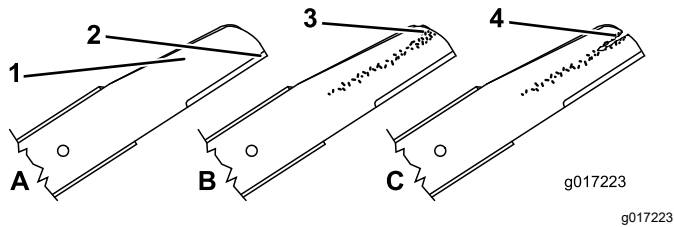

Figure 32
1. Examinez le tranchant des lames (Figure 32). Si elles sont émoussées ou présentent des indentations, déposez les lames et affûtez-les ou remplacez-les.
2. Inspectez les lames, et plus particulièrement l'ailette (Figure 32). Remplacez immédiatement toute lame endommagée, usée ou qui présente une entaille.